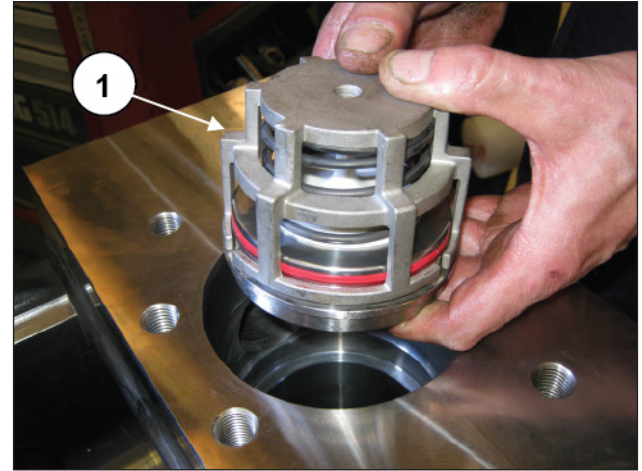
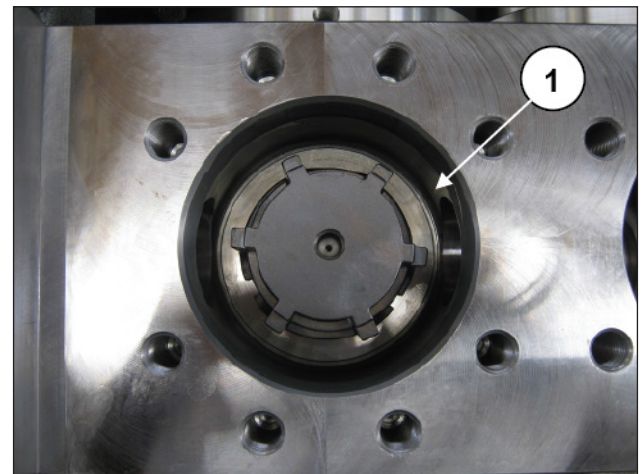

Fig. 185
Fig. 186
Introducir el grupo de la válvula de envío (pos. ①, Fig. 185). El grupo de la válvula se ha de introducir a fondo como se indica en la pos. ①, Fig. 186.